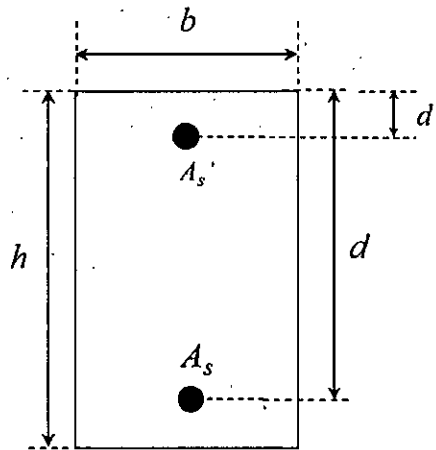

Fig.1
1. Fig.1 に示される正の曲げモーメントを受ける複鉄筋長方形断面のはりについて次の問いに答えよ。コンクリートの圧縮強度は  $f_c' = 24 \text{ N/mm}^2$ 、コンクリートのヤング係数は  $E_c = 25 \text{ kN/mm}^2$ 、鉄筋の降伏強度は  $f_y = 350 \text{ N/mm}^2$ 、鉄筋のヤング係数は  $E_s = 200 \text{ kN/mm}^2$  である。 $b = 300 \text{ mm}$ ,  $d = 600 \text{ mm}$ ,  $d' = 50 \text{ mm}$ ,  $h = 650 \text{ mm}$ , コンクリートの圧縮破壊ひずみは 0.0035 とする。その他の記号は必要に応じて適宜定義して用いること。
Concerning the doubly reinforced rectangular beam subjected to positive bending moment shown in Fig.1, answer the following questions. Compressive strength of concrete  $f_c' = 24 \text{ N/mm}^2$ , Young's modulus of concrete  $E_c = 25 \text{ kN/mm}^2$ , Yielding strength of re-bar  $f_y = 350 \text{ N/mm}^2$ , Young's modulus of re-bar  $E_s = 200 \text{ kN/mm}^2$ ,  $b = 300 \text{ mm}$ ,  $d = 600 \text{ mm}$ ,  $d' = 50 \text{ mm}$ ,  $h = 650 \text{ mm}$ , and the failure strain of concrete in compression is 0.0035. Other necessary symbols can be used with appropriate definition.